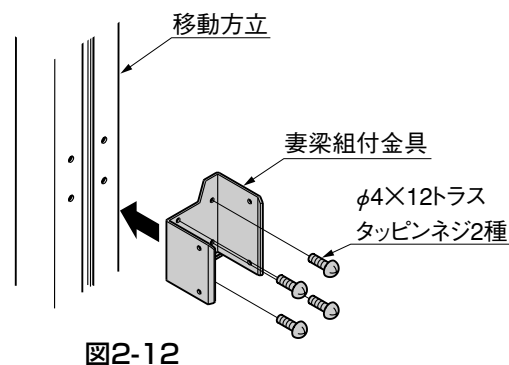

図2-12
- ② 移動方立に②-1で取外した妻梁組付金具を「φ4×12トラスタッピンネジ2種」で取付けてください。(図2-12参照)